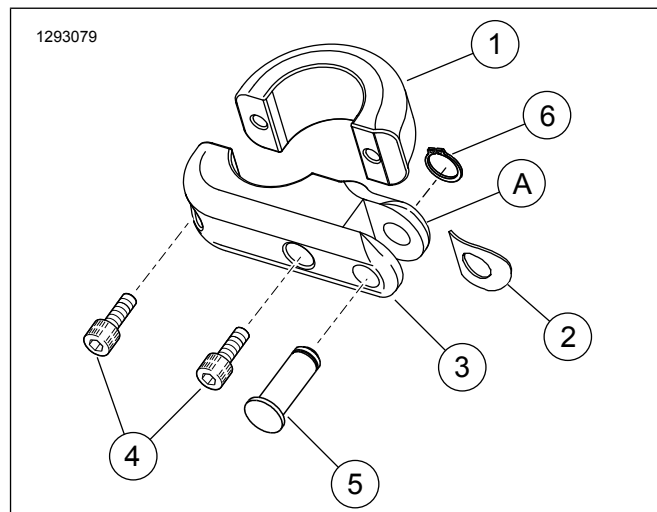

图1。维修零件：发动机护罩脚踏坏料安装套件
参见图1和表1。
- 参见 图1 。将脚踏底架(3)和夹具(1)放置在发动机护罩上。